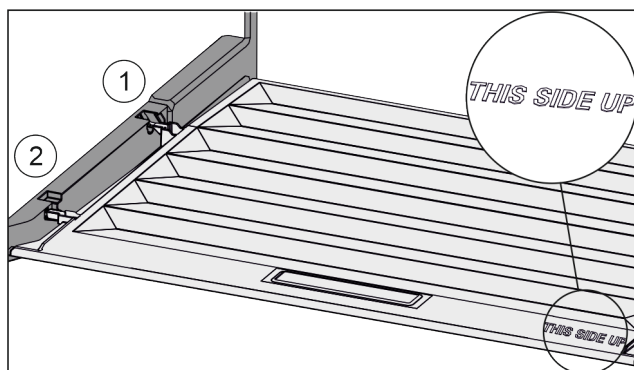

Fig. 75
- ▶ Ramiona pokrywy wprowadzić ponad otworem tylnego uchwyty Fig. 75 (1) i zazębić z przodu w uchwycie Fig. 75 (2).